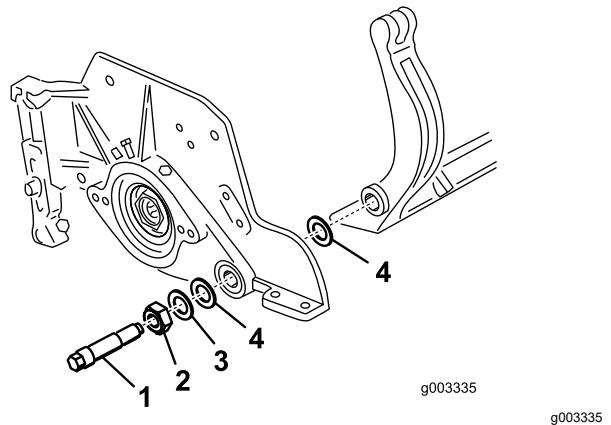

Figura 25
troquelado de cada extremo de la barra de asiento (Figura 25).
3. Coloque una arandela de nylon en cada lado del saliente de la placa lateral. Coloque una arandela de acero por fuera de cada arandela de nylon (**Figura 25**).